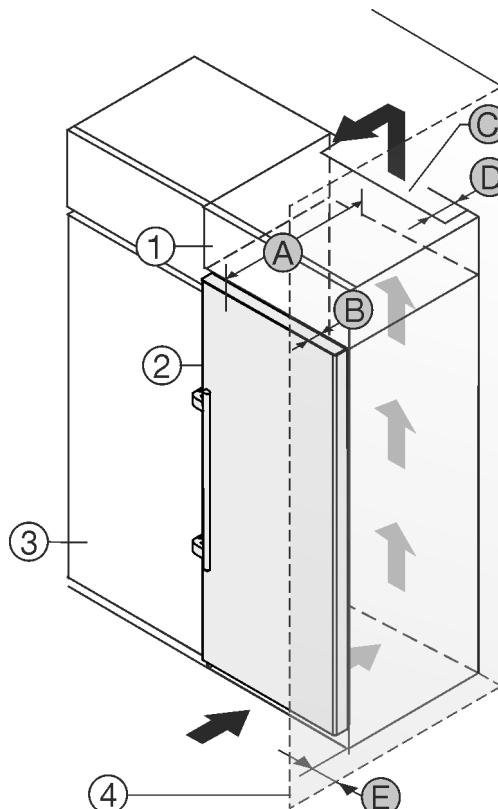

Fig. 1
Du kan plassere apparatet rett ved siden av kjøkkenskapet Fig. 1 (3).
På baksiden av skapmodulen over enheten må det installeres en ventilasjonskanal med dybden Fig. 1 (D) over hele skapmodulens bredde.
Ventilasjonstverrsnittet Fig. 1 (C) under taket i rommet må overholdes.
Hvis apparatet plasseres med hengslene mot en vegg Fig. 1 (4), må avstanden mellom apparatet og veggene være minst 57 mm. Dette tilsvarer hvor mye håndtaket stikker ut når døren er åpen.
For at du skal kunne åpne døren helt, må apparatet rage dørnybden Fig. 1 (B) lenger ut enn fronten på kjøkkenskapene. Avhengig av kjøkkenskapenes Fig. 1 (3) dybde og bruk av veggavstandsstykker kan enheten rage enda lengre ut.